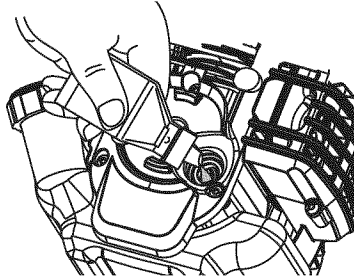

Fig. 3
4. Vierta todo el contenido de la botella de aceite en el cigüeñal (Fig. 3).